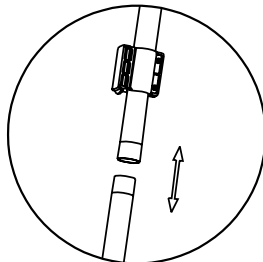

Fig. 8 – Conexión de los tubos de extensión
- Conecte los dos tubos de extensión, tenga en cuenta que hay un racor en los tubos de extensión que debe acoplarse (Fig. 8).